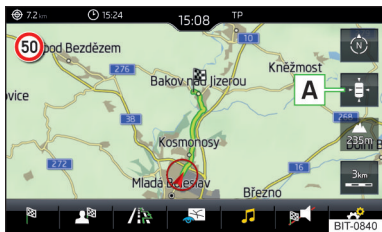

Fig. 224
► Pour le **Centrage carte**, appuyez sur la touche de fonction  **A** » fig. 224.